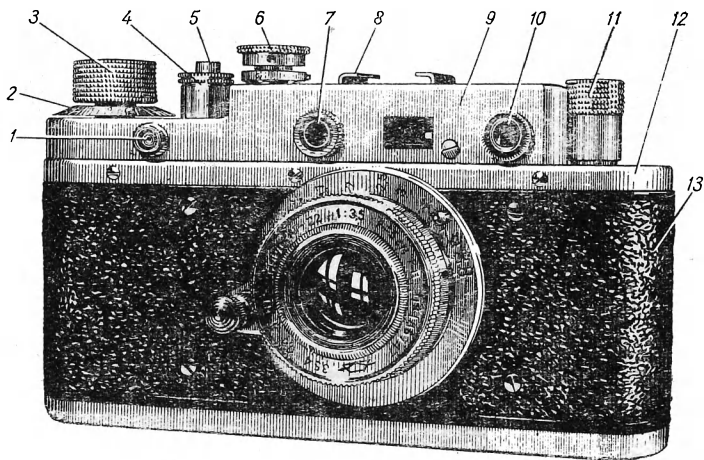
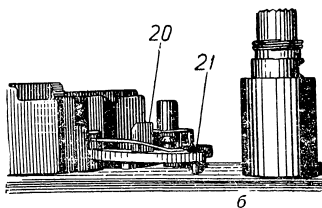
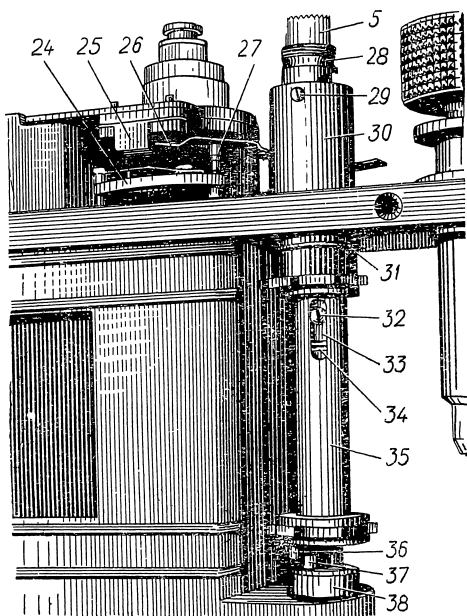
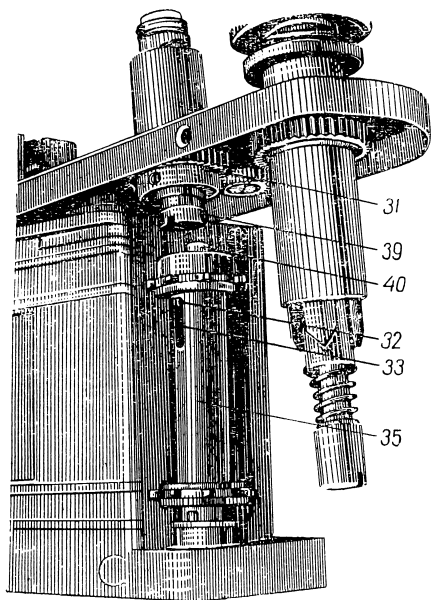

Рис. 148. Фотоаппарат «Зоркий-С»
Рис. 150. Синхроконтакт:
Рис. 152. Механизм выключения ведущего барабана.
Рис. 153. Втулки сцепления ведущего барабана.
Аппарат состоит из штепсельного гнезда 1 (рис. 148), лимба счетчика кадров 2, заводной головки 3, выключателя механизма 4, кнопки спуска 5, головки выдержек 6, клина 7, клеммы 8, верхнего щитка 9, переднего защитного стекла дальномера 10, головки возврата пленки 11, верхней монтажной крышки 12, корпуса 13.
В фотоаппарате «Зоркий» рычаг экспозиции 41 (см. рис. 88) крепится винтом с широкой головкой, под которой находится пружина. Головка выдержек 8 (рис. 78) устанавливается сверху. В аппарате «Зоркий-С» рычаг экспозиции 16 (рис. 150, а) немного выше и винт 14 крепления рычага 16 входит в отверстие головки выдержек 6 (рис. 149). При установке необходимой выдержки затвора головка вращается при неподвижном винте 14. В камере «Зоркий-С» можно устанавливать головку выдержек при незаведенном механизме. В винте 14 сделано сквозное отверстие, в которое при завинчивании вставляется стальная шпилька. Завинчивать винт плоскогубцами нельзя.
Штепсельное гнездо синхроконтакта находится на левой стороне щитка 9 (рис. 148), а контактный механизм и синхрорегулятор — под щитком.
проследить, чтобы рычаг экспозиции 16 (рис. 150, а) нигде не терся о диск 17. Положение кронштейна 18 может быть несколько изменено, так как сделанные в нем отверстия для винтов больше их диаметра.
Во всех системах аппаратов и затворов для замыкания контактов используется деталь, перемещающаяся постоянно на определенный угол или расстояние. В конструкции «Зоркий-С» для этой цели используются диск экспозиции 21 (рис. 150,а) и тормозная защелка 24 (рис. 152).
На диске экспозиции 21 (рис. 150, а, б) установлена стойка 20, которая при срабатывании затвора перемещается
Контакты блокировки замыкаются тормозной защелкой (см. стр. 218). При срабатывании затвора тормозная защелка 24 (рис. 152) опускается и дает возможность опуститься ламели 26 (палец ламели 27 опирается на тормозную защелку), которая размыкается с ламелью 25.
После срабатывания затвора тормозная защелка 24 передвигается вверх и размыкает контакты 25 и 26. Поэтому, несмотря на то, что стойка 21 (рис. 150, а), оставаясь неподвижной, продолжает соприкасаться с изгибом ламели (до очередного завода затвора), электрическая цепь размыкается.
Штепсельное гнездо 1 (рис. 148) соединено с контактным механизмом. Когда на камеру надевается верхний щиток, выступ контакта штепсельного гнезда, укрепленного на щитке, соприкасается с контактной ламелью.
Чтобы устранить неисправность, следует снять верхний щиток 9 (рис. 148) и пронаблюдать за работой стойки 20 (рис. 150, а), установленной на диске экспозиции 21. При срабатывании затвора стойка должна доходить до начала фигурного изгиба контактной ламели. Это и есть нулевое положение.
Если стойка не доходит до начала изгиба ламели или заходит очень далеко, следует взять рукой за подвижный диск 17 и повернуть его до установки контактной ламели в нужное положение. Необходимо проверить надежность установки стойки 20. Иногда стойка получает люфт, и синхроконттакт перестает работать совсем либо нарушается его нулевое положение. При этом следует снять контактный механизм, рычаг экспозиции 16 и диск экспозиции 21. Укрепив стойку на диске экспозиции, нужно собрать все детали и узлы и отрегулировать нулевое положение синхрорегулятора. После этого устанавливают верхний щиток 9 (рис. 148) и фиксируют рукоятку синхрорегулятора.
4. Подгорание контактов. При длительном использовании импульсных ламп и особенно ламп-вспышек одноразового действия обгорают контакты (покрываются черным налетом), что вызывает нарушения электрической цепи. В таком случае следует снять щиток 9, осмотреть состояние контактных пружин и стойки 20 (рис. 150, а), зачистить подгоревшие места.
Механизм выключения сцепления ведущего барабана при обратной перемотке пленки (см. стр. 120) конструктивно изменен по сравнению с механизмом камеры «Зоркий», но принцип действия его остался тем же. В аппарате «Зоркий-С» барабан выключается из сцепления с заводной и спусковой шестернями при помощи специального устройства (рис. 152, 153). Внутри ведущего барабана 35 (рис. 152) находится спиральная пружина 34, прижимающая и удерживающая втулку 33 в крайнем верхнем положении. В барабане сделано продольное отверстие, в котором помещена головка винта 32. Соединительная втулка 33, расположенная в верхней части барабана, может передвигаться внутри него в пределах перемещения винта 32, так как винт завинчен в отверстие втулки.
Ведущая шестерня 31 (рис. 153), связанная с помощью других шестерен с заводным механизмом, приводит в движение барабан 35. Шестерня 31 связана с втулкой 39. Пальцы втулки 39 входят в зацепление с пальцами втулки барабана 33 и приводят в движение ведущий барабан 35. Чтобы ведущий барабан получил свободный ход, нужно разъединить между собой втулки, а также пальцы 36 (рис. 152) и 37, соединяющие ведущий барабан с заводной шестерней шторного затвора. Обе операции выполняются поворотом рукоятки выключателя 4 (см. рис. 148).
Рукоятка 4 навинчена на втулку 28 (рис. 152). В косой паз втулки входит торец винта 29. Винт направляет движение втулки, которая при повороте несколько опускается и передает движение стержню 40 (рис. 153) и трубке, расположенным внутри основания 30 (рис. 152). Стержень и трубка выжимают сцепление втулок 33 (рис. 153) и 39 и пальцев 36 и 37 (рис. 152).
Винт 29 (рис. 152) входит в отверстие спусковой кнопки 5. При нажатии на нее выжимается только ось 40 (рис. 153) и спусковая шестерня 38 (рис. 152), а при повороте втулки 28 разъединяются втулки 33 и 39 (рис. 153).
Кроме перечисленных деталей, в механизме выключателя есть спиральная пружина под спусковой кнопкой 5 (рис. 152) и спиральная пружина под втулкой 28. Кроме спусковой пружины, под втулкой 28 расположен стержень и две трубки, одна находится внутри основания 30, а вторая — внутри шестерни 31.
Для разборки верхней части механизма нужно отвинтить только винт 29. Чтобы не потерялись пружины при отвинчивании винта, нужно удерживать кнопку спуска 5 и втулку 28. Чтобы снять ведущий барабан 35, необходимо разобрать шторный затвор и снять корпус затвора. Ведущий барабан крепится винтом к втулке 39 (рис. 153).
Несколько изменен заводной механизм, который стал значительно надежней в работе благодаря удлиненной форме заводной шестерни, которая вращается в специальной трубке. В этом варианте заводная шестерня не может перекоситься или выпасть при снятии заводной головки, так как в фаску оси шестерни упирается торец винта, завинченного в трубку. Чтобы вынуть шестерню, нужно освободить винт. Для установки клеммы универсального видоискателя под щитком 9 (рис. 148) устанавливается специальная прокладка. В спусковой пружине сделан особый вырез, куда входит паз стержня спусковой кнопки.